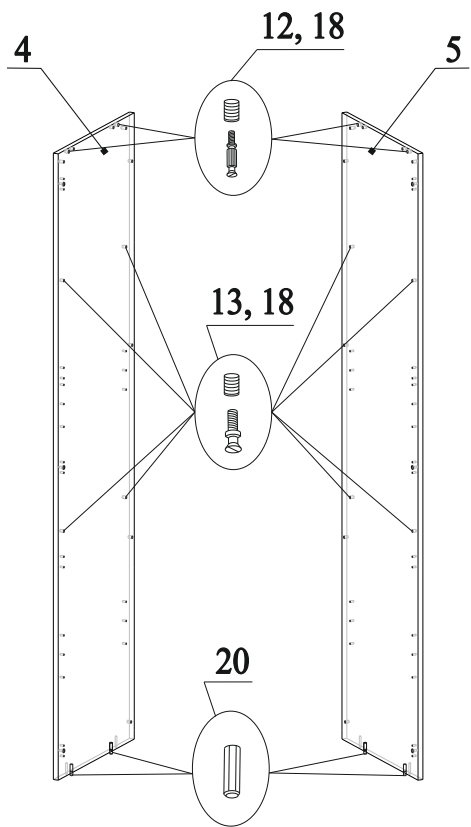

Рис.4
6. В отверстия на деталях 4 и 5 вбить муфты 18 и вкрутить в них дюбеля 12 (рис.4);
7. В отверстия на деталях 4 и 5 вбить муфты 18 и вкрутить в них дюбеля 13 (рис.4);
8. В нижний торец деталей 4 и 5 вставить шканты 20 (рис.4);